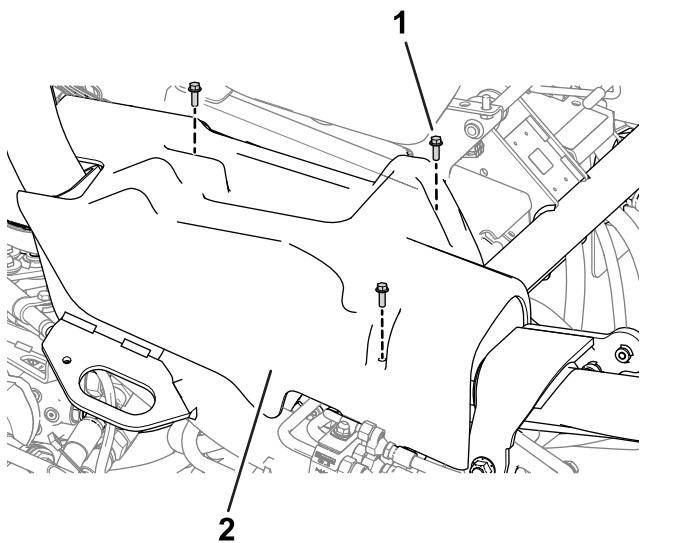

図 9
4. マシン本体から右側カバー図 9を取り外す。
8. マシンに右側カバーを取り付ける(図 9)。